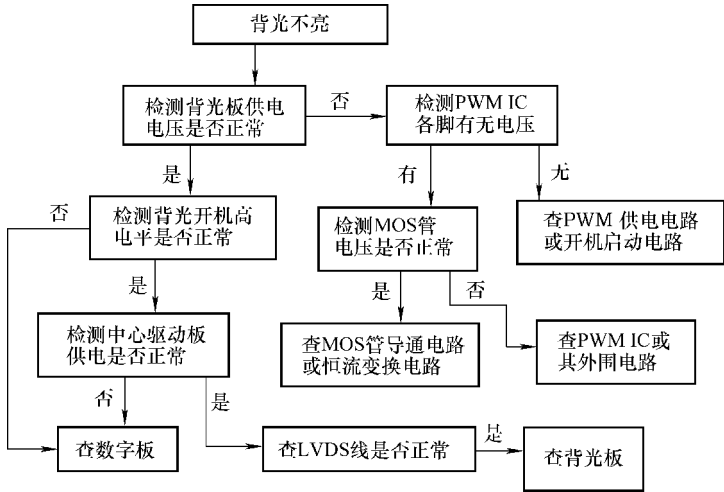

图 5-19 液晶彩电背光不亮的检查方法
出现此类故障时，首先应检查背光板的供电、控制接口端的直流供电、背光开关信号以及亮度控制电平是否正常，若以上检查均正常，则考虑对背光板的检修。背光不亮的检修流程如图 5-19 所示。
- 11. 液晶彩电背光不亮的检测方法（见图 5-19）